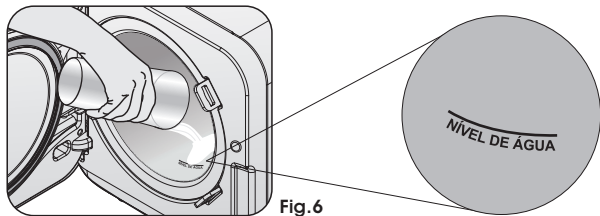

Fig. 6
- c► Use o copo (Fig. 6) para colocar a quantidade correta de **água destilada** diretamente na câmara (vaso de pressão) **antes** de cada ciclo. A água deve **alcançar a marca de “Nível de Água”** mostrada na imagem abaixo: